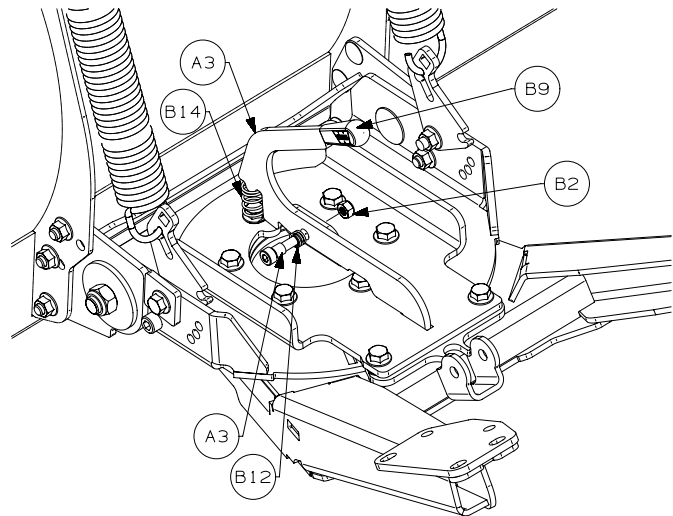

Figura 5
9. Ruotare la base del gruppo del tubo alla posizione centrale allineando le scanalature posteriori del gruppo del tubo di spinta. Montare la molla (B14) sulla testa del bullone di centro avanti del gruppo del tubo di spinta. Installare il manico sopra la molla e nella scanalatura del gruppo del tubo di spinta. Allineare il perno del manico di chiusura e fissare con i dispositivi di fissaggio (B2, B12, B15). Riferirsi alla figura 5. Serrare i dispositivi di fissaggio alla torsione specificata.